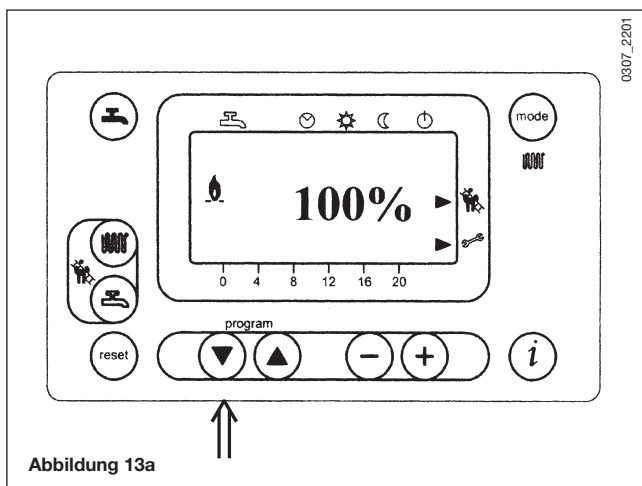

Abbildung 13a
- Durch Drücken der Taste  (100% auf dem Display Abbildung 13a) den Betrieb mit maximaler Heizleistung einschalten.